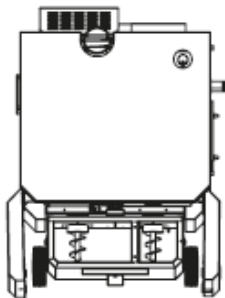

FIGURA 2
- Insertar las entradas del carrito en los dos bisífin (FIGURA 2)